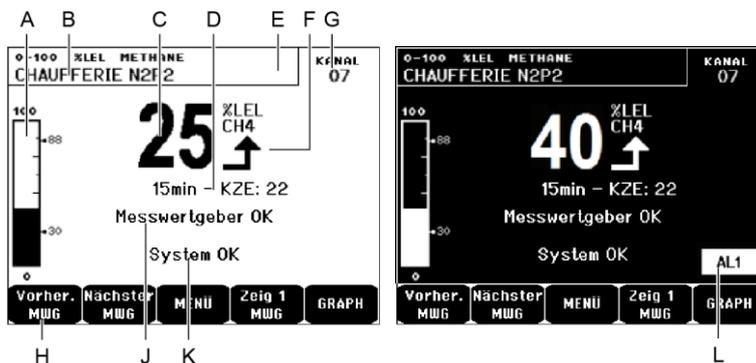

Abbildung 44: Beispiel der Anzeige im Normalbetrieb (links) und bei Alarm (rechts)
- **Zeig 1 MWG:** Rückkehr zur normalen Anzeige (1 Messtelle, Abbildung 44, links).
L. Anzeige bei aktivem Alarm mit blinkender Alarmschwelle. Die Display-Anzeige wird invertiert dargestellt (Abbildung 44, rechts)